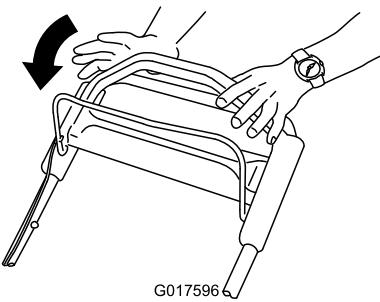

Figuur 20
1. Draai de sleutel naar de stand Uit (Figuur 20).